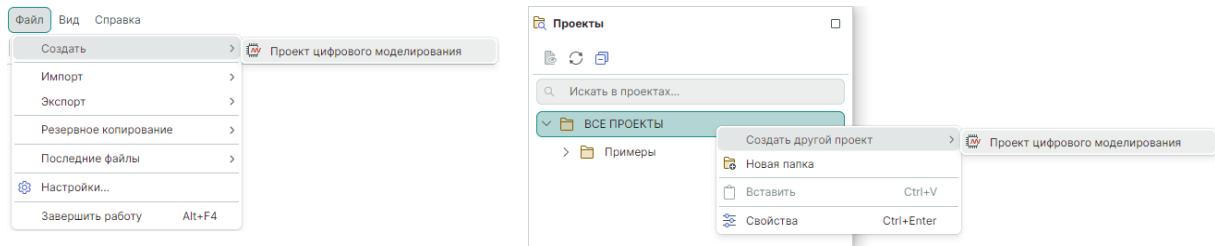

Рис. 12 Переход к созданию проекта цифрового моделирования
1. В главном меню перейдите в раздел «Файл» → «Создать» → «Проект цифрового моделирования» или из панели «Проекты» вызовите контекстное меню с любой выбранной папки → «Создать другой проект» → «Проект цифрового моделирования», см. Рис. 12.